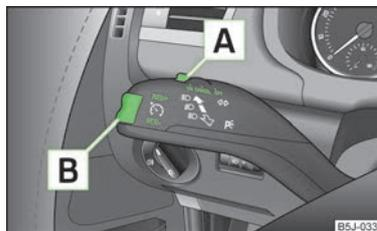

Fig. 84
- Pulsar el conmutador **A** » fig. 84 a la posición **ON**.
- Presionar el balancín **B** » fig. 84 de la página 87 » página 87 a la posición **RES**.
- La velocidad memorizada se puede reducir presionando el balancín **B** » fig. 84 de la página 87 en la posición **SET**.
La velocidad también se **desconecta temporalmente**, pulsando el interruptor **A** » fig. 84 de la página 87 a la posición de suspensión elástica **CANCEL** o bien el pedal de freno o de embrague.
- Pulsar el conmutador **A** » fig. 84 de la página 87 desplazándolo hacia la derecha a la posición **OFF**.